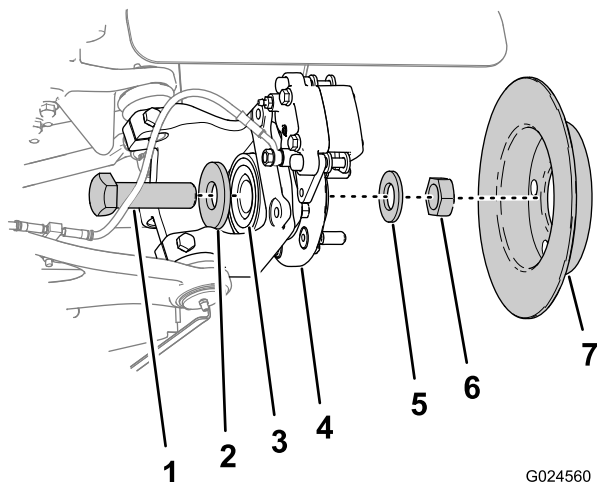

Bild 18
- Ziehen Sie die Bremsrotoren aus der Radnabe heraus (Bild 18).
- Nehmen Sie die Spindelmutter und Scheibe (1" x 2") ab, mit denen der Bremsrotor am Lager in der Radnabe befestigt ist (Bild 18).
Hinweis: Setzen Sie einen Spurstangenhebel an der Spindelschraube an der Innenseite des Spurstangenhebels an, wenn Sie die Spindelmutter abnehmen (Bild 18).
- Entfernen Sie die Spindelschraube und Scheibe (1" x 2-5/8") aus dem Lager in der Radnabe (Bild 18).